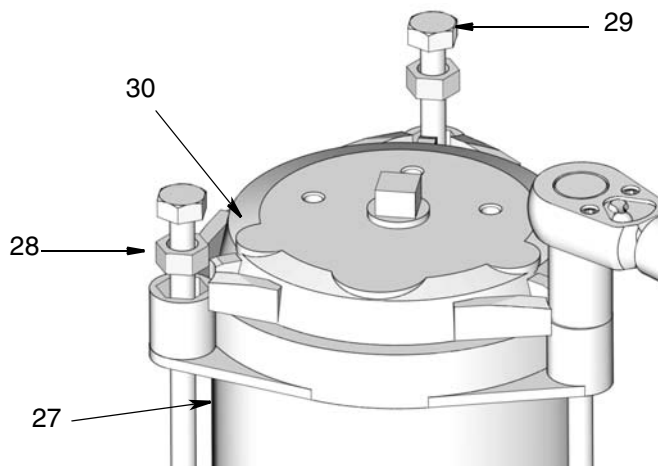

图 13
松开对角线模式中的拉杆，渐渐小心松开每个拉杆，直至所有拉杆完全松开。拆下拉杆 (29) 和垫片 (28)。参见图 13。
10. 从液箱 (27) 卸下盖子 (30)、弹簧 (25) (图 13)。